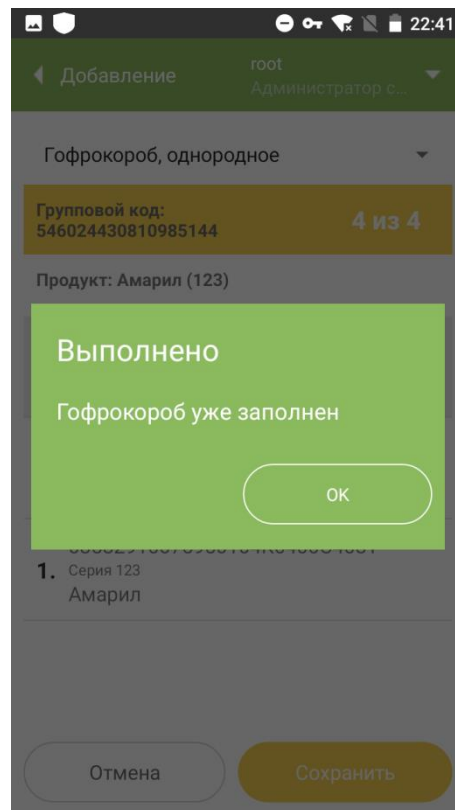
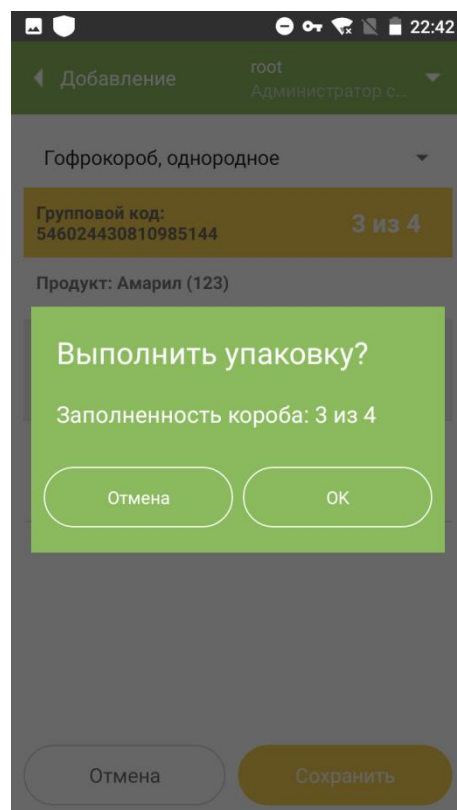
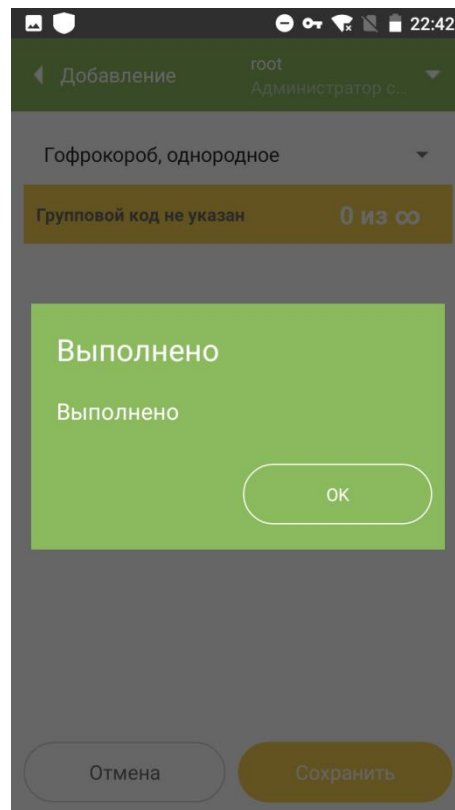

Рисунок 6.8
Рисунок 6.9
Рисунок 6.10
2.1.5. После того, как в групповой SSCC-код короба добавлены все требуемые коды упаковок ЛП или произошло заполнение короба (Рисунок 6.8), для завершения добавления потребительских упаковок ЛП в короб следует нажать кнопку «Сохранить». Появится окно с предложением выполнить упаковку короба (Рисунок 6.9). Нажать «ОК». Добавление выполнено (Рисунок 6.10).